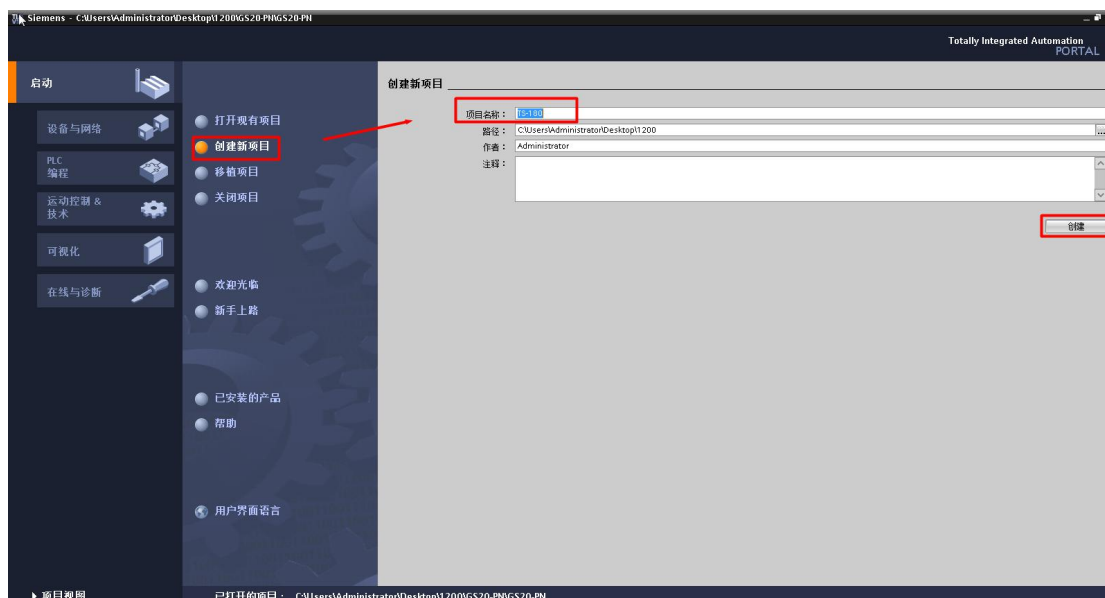

图 1 创建项目
1.1 双击图标打开 TIA PORTAL 软件，进入软件后，点击左侧“创建新项目”，可以设置项目名称，保存路径等信息，然后点击“创建”，如图 1 所示：